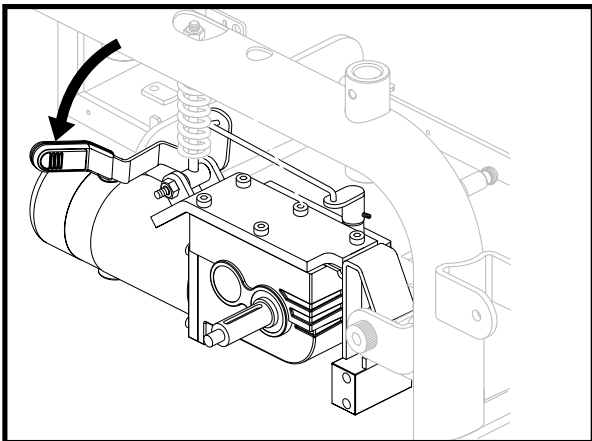

Figure 8. Position débrayée (au neutre)
Votre Jazzy est équipé d'un levier d'embrayage manuel. Voir les figures 8 et 9. Ce levier permet de passer en fonction roues libres (de débrayer) pour manoeuvrer le fauteuil manuellement.
1. Pesez sur le fermoir de sécurité et tirez sur le levier pour débrayer le fauteuil et passer au neutre. Voir la figure 8.